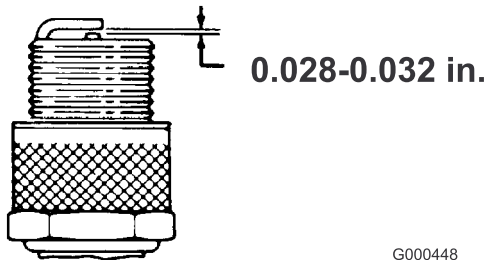

図 24
3. エア・ギャップを 0.7~0.8 mm に調整する（図 24）。